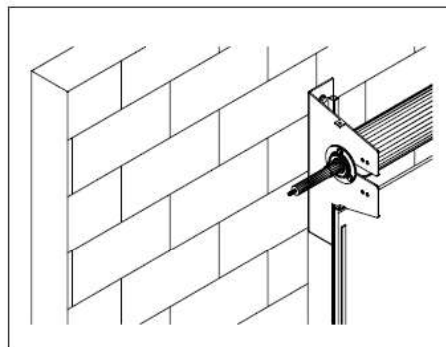

Figura 20
*NOTA: Poner el **rodamiento** del eje con el lado donde se encaja el anillo de cierre por fuera (vea la figura 20).*